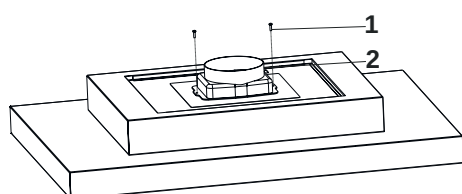

Fig. 11
- 5. ➡ Placera utsugsstosen på fläkten och skruva fast den med 2x 3,5x6,5 skruvar (Fig. 11).